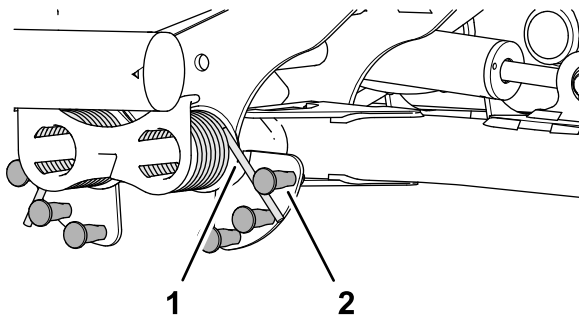

Figura 91
2. Introduceți capătul lung al arcului de contrabalansare într-un tub sau într-un obiect similar, apoi pivotati arcul în jurul urubului cu umăr până în poziția dorită (Figura 91).